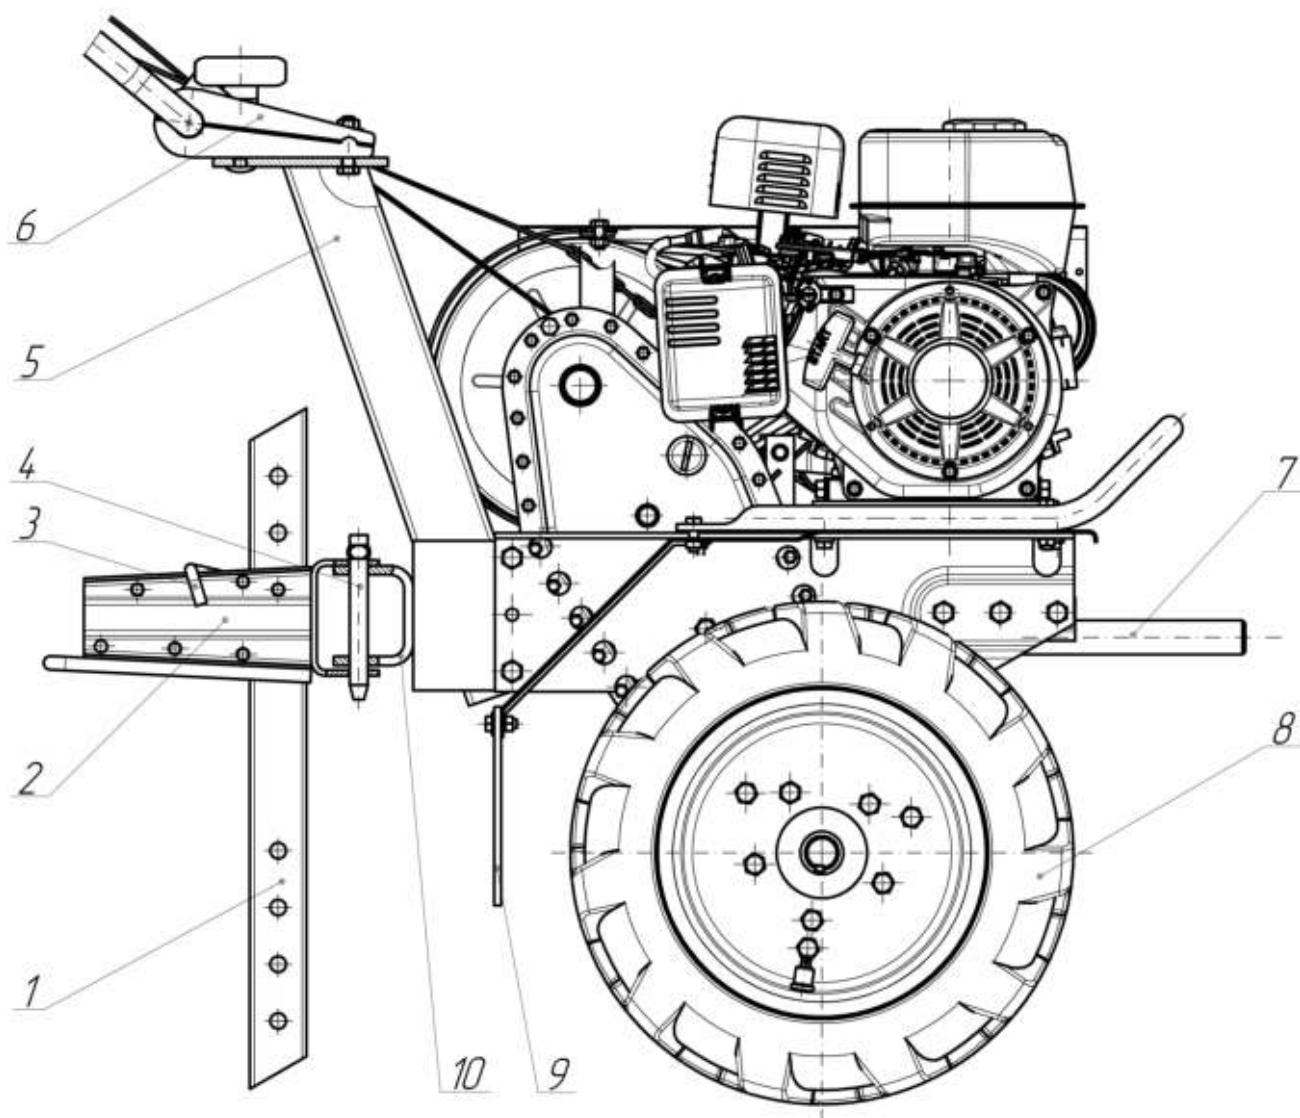

Рисунок 3 – Мотоблок. Вид справа.
- 3) переносите мотоблок за штырь 7 (рисунок 3) и руль;